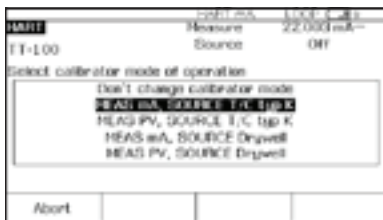

Figura 12.
2. Pulse la tecla **HART** de nuevo para seleccionar la configuración del calibrador 754 (Figura 12). Si selecciona **MEAS mA**, **SOURCE T/C typ K** configurará el calibrador para medir la salida analógica en mA del transmisor y generar el estímulo de temperatura correcto en la entrada del transmisor 3144 (si selecciona **MEAS PV**, **SOURCE T/C typ K** configurará el calibrador 754 para que evalúe la salida PV digital desde el transmisor). Pulse **ENTER** para seleccionarlo.